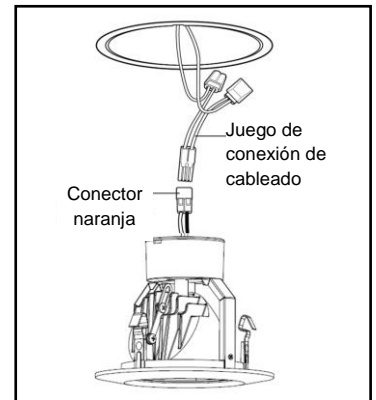

Figura 1
3. Retire el adaptador de enchufe de la caja. Corte ambos cables del adaptador junto al adaptador de enchufe y lejos del conector naranja; luego, deseche el portalámparas. Retire los dos (2) conectores de empalme rojo de la bolsa del juego de cableado. Forme pares con los cables conectores de la carcasa y los conectores naranjas por color hasta cada uno de los conectores rojos. Coloque el elemento de inserción de metal con forma de U en los cables y apriete con fuerza. Cierre la tapa para sujetar y aislar la conexión. (Consulte la figura 1).